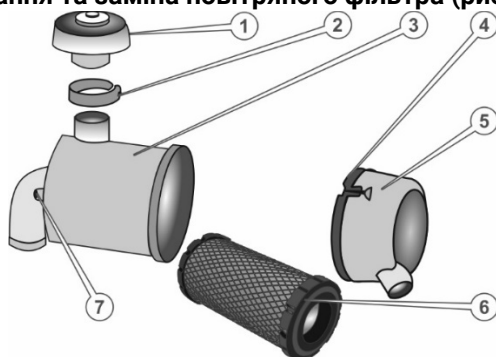

Рисунок 28. Схема повітряного фільтра.
6.13 Промивання та заміна повітряного фільтра (рис. 28, 29).